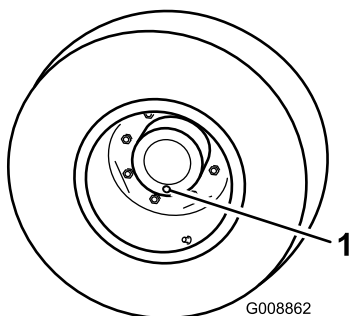

Figura 62
1. Coloque a máquina numa superfície nivelada, posicione uma roda de forma a que um dos tampões de verificação se encontre na sua posição mais baixa (6 horas) (Figura 62).